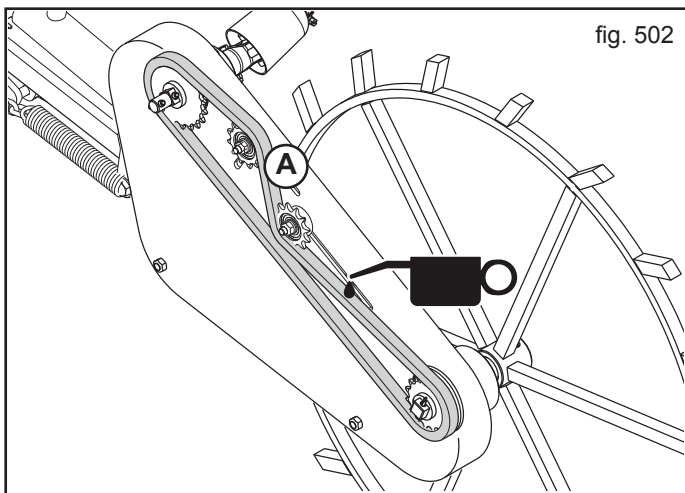
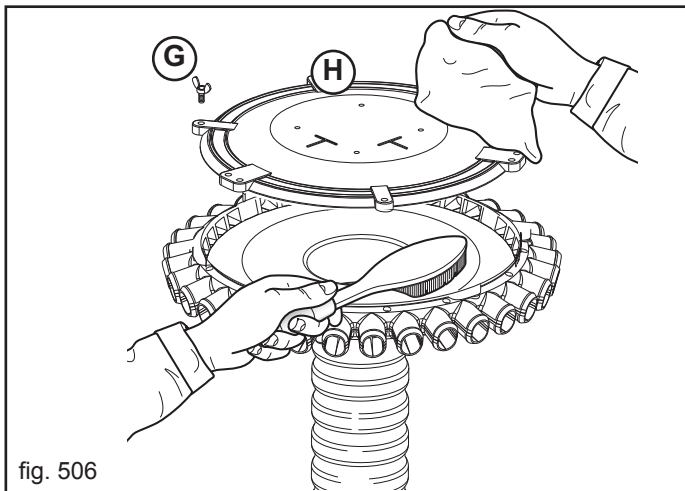

fig. 502
fig. 506
BEI NEUER MASCHINE	<ul style="list-style-type: none"> - Alle Antriebsketten mit Mineralöl (SAE 80W/90) schmieren (Abb. 502). - Dem Abziehbild Nr. 14 ("GREASE") auf Seite 89 dieses Heftes gekennzeichneten Schmierpunkte zu schmieren. - Nach den ersten acht Betriebsstunden den Anzug aller Schrauben prüfen. - Den Anzug der Mutterschrauben der Säscharenreisser überprüfen (C-D, Abb. 502).
BEI BEGINN DER AUSSAATSAISON	<ul style="list-style-type: none"> - Alle Antriebsketten mit Mineralöl (SAE 80W/90) schmieren (Abb. 502). - Zu jeder Jahreszeit einen kompletten Ölwechsel mit SAE 10W (2 Kg) durchführen: <ul style="list-style-type: none"> • Ölablaufstutzen, 2 Abb. 504; • Öleinfüllstutzen, 3 Abb. 504. - Überprüfen, dass das Getriebe ohne Hindernisse frei läuft. - Die Sämaschine leer anlassen, der Luftdurchfluss befreit die Leitungen von Kondenswasser und entfernt eventuelle Fremdstoffe (Abb. 505).
ALLE 20/30 BETRIEBSSTUNDEN	<ul style="list-style-type: none"> - Den Anzug der Mutterschrauben der Säscharenreisser überprüfen (C-D, Abb. 502). - Treibketten (Abb. 502), Zahnräder und Kettenspanner reinigen und schmieren. - Die Spannung der Antriebsketten kontrollieren (A, Abb. 502).
ALLE 50 BETRIEBSSTUNDEN	<ul style="list-style-type: none"> - Den Dosiervorrichtungskörper vollständig und sorgfältig reinigen (siehe Kap. 3.4). - Streukopf vollständig und sorgfältig reinigen (Fig. 506): <ul style="list-style-type: none"> • Flügelmutter-schrauben lösen und entfernen (G); • Deckel des Streuers abnehmen (H); • die Metallteile mit einer Bürste und die Kunststoffteile mit einem Lappen reinigen; • Deckel aufsetzen und mit den Flügelmutter-schrauben festmachen. - Korrekte Ausrichtung der Zahnräder und die Spannung der Antriebsketten kontrollieren, um einen schnellen Verschleiß oder den Bruch der Antriebselemente zu verhindern. - Alle Antriebsketten mit Mineralöl (SAE 80W/90) schmieren (Abb. 502).